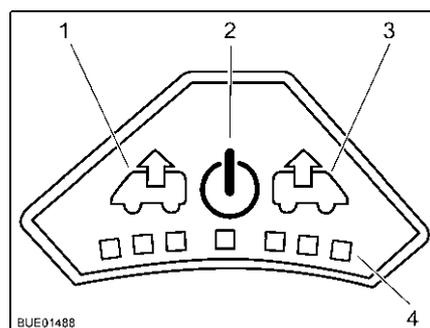

Fig. 96 Painel de controlo do ventilador
- Premir a tecla Ligar/Desligar (Fig. 96,2). O ventilador está a funcionar no modo de conforto (extrair o ar com o ventilador na mais baixa rotação).
- Para aumentar a rotação do ventilador: Prima a tecla Extrair o ar (Fig. 96,1). A rotação do ventilador no sentido da extração do ar aumenta um nível. Os LEDs (Fig. 96,4) indicam os níveis de comutação.
- Para reduzir a rotação do ventilador: Prima a tecla Arejar (Fig. 96,3). A rotação do ventilador baixa um nível.
- Para aumentar a rotação do ventilador: Prima a tecla Arejar (Fig. 96,3). A rotação do ventilador no sentido do arejamento aumenta um nível. Os LEDs (Fig. 96,4) indicam os níveis de comutação.
- Para reduzir a rotação do ventilador: Prima a tecla Extrair o ar (Fig. 96,1). A rotação do ventilador baixa um nível.
- Premir a tecla Ligar/Desligar (Fig. 96,2). O ventilador para, os LEDs apagam-se.